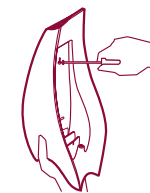

Fig. 5
- Anbring rawlpluggene i væggen og monter ladeholderen ved hjælp af skrue. (fig. 5)